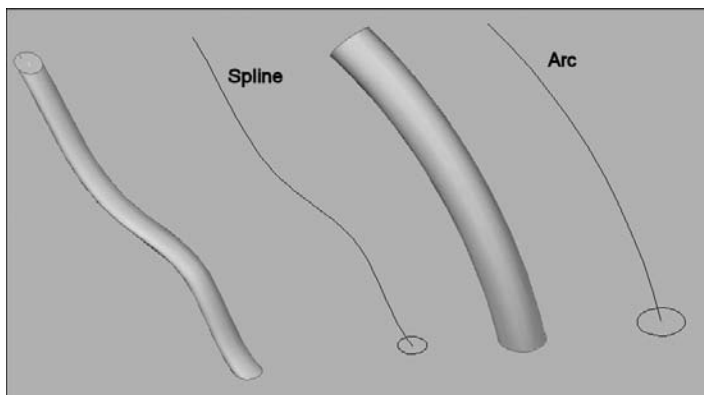

Fig.18.5
- 5 Entrez l'option **C** (P), puis appuyez sur **Entrée**.
- 6 Sélectionnez l'objet à utiliser comme trajectoire (fig.18.5).